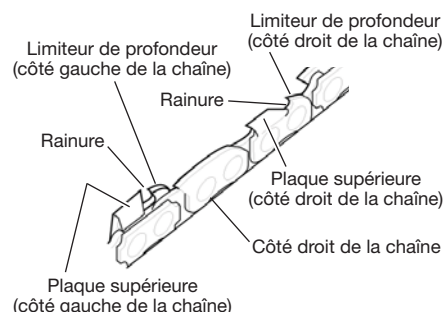

Figure 33 – Éléments de la chaîne
4. Tenez le guide de lime à l'horizontale, et assurez-vous que le repère des 30° est parallèle au centre du guide-chaîne (voir figure 33). Ainsi, vous limerez les gouges à un angle de 30°.
5. Limez de l'intérieur vers l'extérieur de la gouge jusqu'à ce qu'elle soit bien affûtée. Vous devez toujours limer dans ce sens (voir figure 33). *Remarque :* Deux ou trois passages de lime suffisent à affûter une gouge.